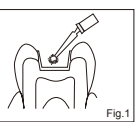

Fig. 1
Per far aderire GRADIA DIRECT X allo smalto e / o alla dentina, usare un adesivo fotopolimerizzabile come G-Premo BOND, G-anial Bond, G-BOND o GC Fuji BOND LC (Fig. 1).
- Til bonding af GRADIA DIRECT X till emaljé og / eller dentin, anvendt et ljusthårdend bondingssystem såsom G-Premio BOND, G-aenial Bond, G-BOND eller GC Fuji BOND LC (Fig. 1). Følg producentens instruktationer.